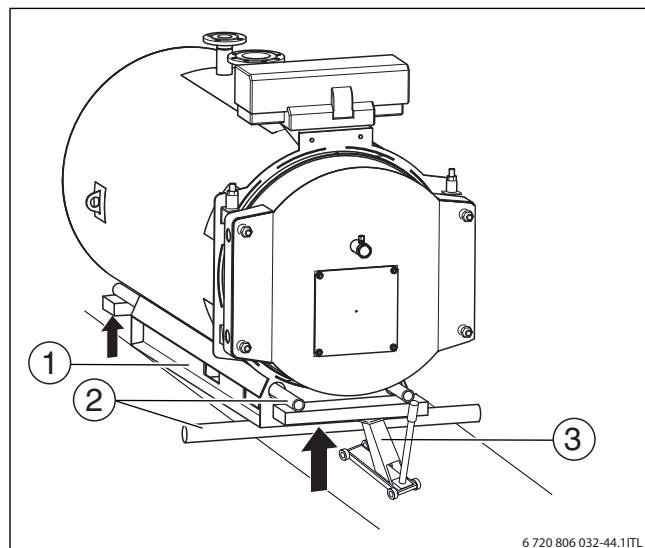

Рис. 9 Перемещение котла перекатыванием на трубах
- ▶ Уложите трубы (→ рис. 9, [2]).